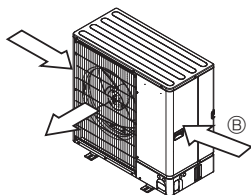

Fig. 2-6
- ③ Novietojiet iekārtu tā, lai gaisa izplūdes atvere izpūš gaisu perpendikulāri sezonas vēja virzienam, ja iespējams. (Fig. 2-6)